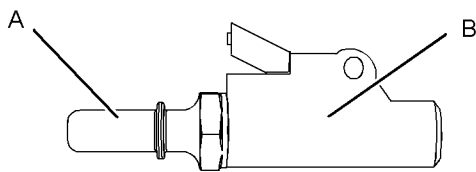

図 57
3. 保護キャップ(1)を取り外します。バルブ(2)を押して空気を抜きます。Perkins では、適切な長さの汚れのないホースが取り付けられたタイヤインフレーターを使用することを推奨しています。図57をご参照ください。